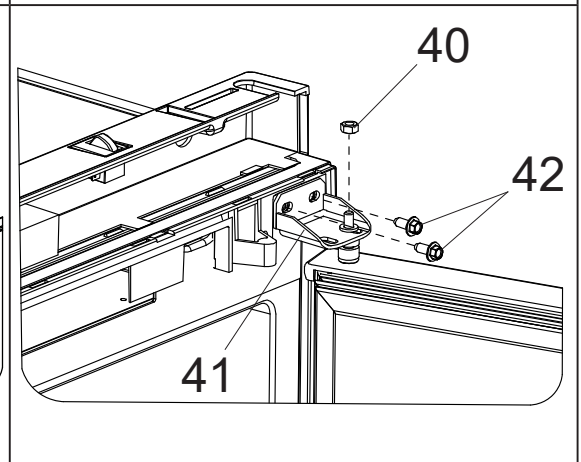

Рисунок 17
3. Торцовым ключом на 10 выкрутите гайку 40 оси верхнего кронштейна 41 (см. рис. 17). Затем, придерживая дверь, торцовым ключом на 8 выкрутите болты 42 верхнего кронштейна 41 (см. рис. 17). Снимите верхний кронштейн 41.